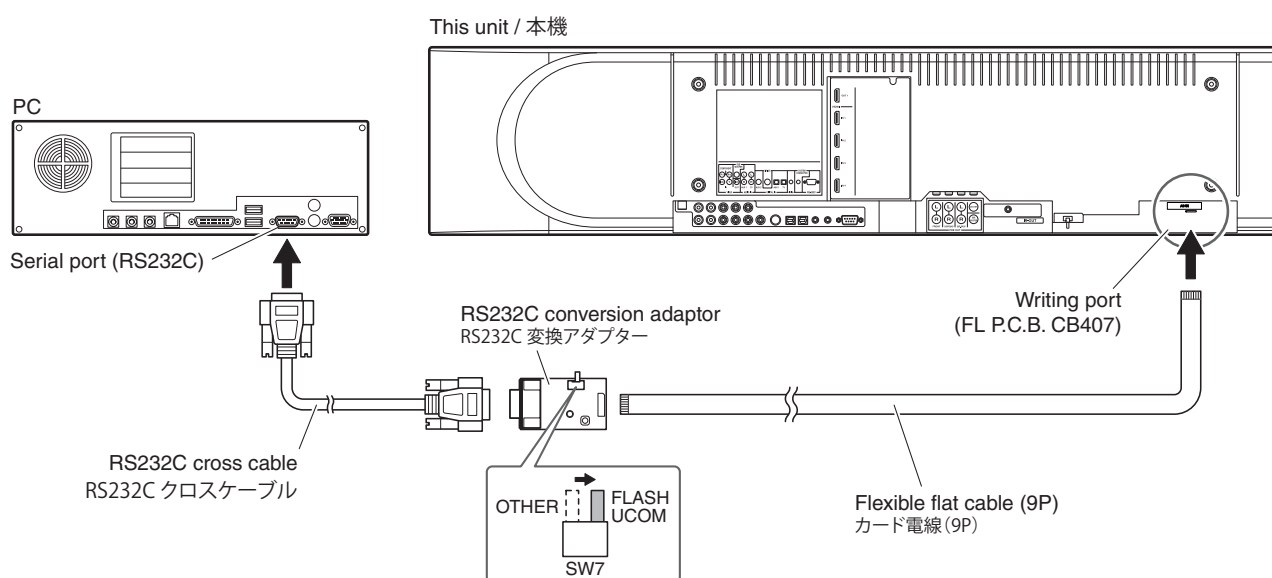

Fig. 1
- Connect the writing port (CB407 of FL P.C.B.) of this unit to the serial port (RS232C) of the PC with RS232C cross cable, RS232C conversion adaptor and flexible flat cable as shown below. (Fig. 1)
- Set the switch (SW7) of RS232C conversion adaptor to the "FLASH UCOM" position. (Fig. 1)
- 本機の書き込み用ポート (FL P.C.B. の CB407) と PC のシリアルポート (RS232C) を下記のように接続します。(Fig. 1)
- RS232C 変換アダプターのスイッチ (SW7) "FLASH UCOM" 側に設定します。(Fig. 1)